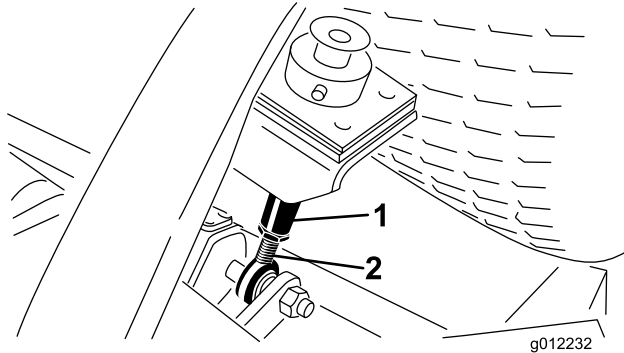

Figure 19
6. Desserrez les écrous de blocage en bas des tiges de réglage de hauteur de coupe (Figure 19).